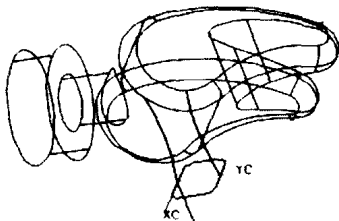

图 1-25 边角倒圆
(7) 利用 Basic Curves→Fillet→Simple Fillet 给矩形四个边角倒圆角, $R=3.0\text{mm}$, 结果如图 1-25 所示。